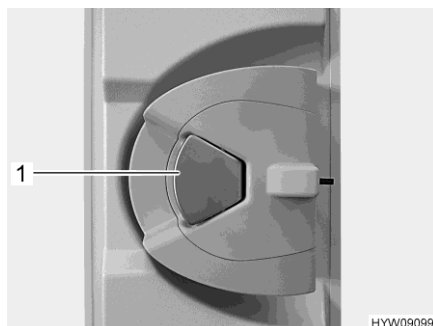

Fig. 29 Cerradura de la puerta
- Cuando la cerradura de la puerta está bloqueada: Tirar una vez del tirador de la puerta (Fig. 29,1). La puerta está desbloqueada.
- Tirar del tirador de la puerta (Fig. 29,1). La puerta está abierta.
- Presionar el tirador de la puerta (Fig. 29,1).